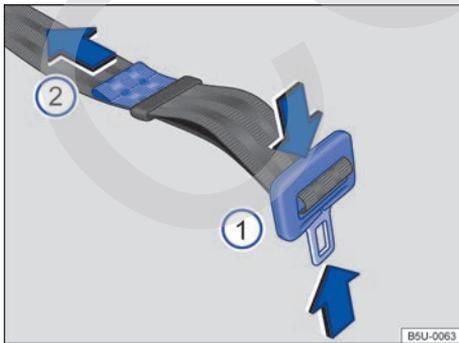

Fig. 13 Ajustar la banda del cinturón de seguridad subabdominal.
- Presionar la pestaña de encastre en el sentido de las flechas → fig. 13  y extender totalmente el cinturón de seguridad.
- Apretar la pestaña de encastre contra el cierre del cinturón y tirar del extremo → fig. 13  en el sentido de la flecha, hasta alcanzar una holgura máxima de 5 cm (3 dedos) en la zona pélvica.